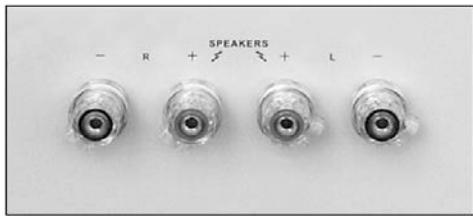

Abb. 3 Lautsprecherklemmen am Verstärker
2. Verbinden Sie nun die Kabelenden mit den Lautsprecher-Ausgängen des **ausgeschalteten** Verstärkers (siehe Abb. 3).